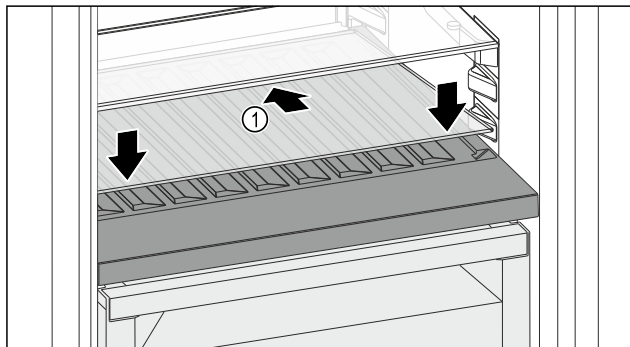

Fig. 147
- ▶ Helyezze be ferdén, hátul lefelé döntve az üveglapot Fig. 147 (1).
- ▶ Engedje le az üveglap Fig. 147 (1) elejét.